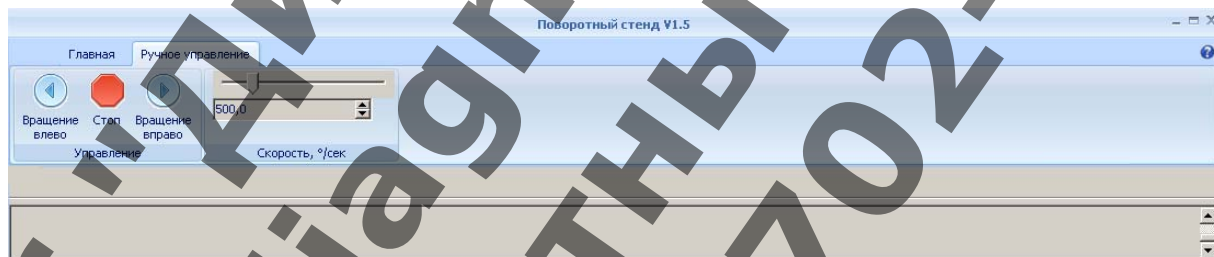

Рисунок 13.
2.3.23 В программе «Поворотный стенд» открыть вкладку «Ручное управление» (рисунок 13).